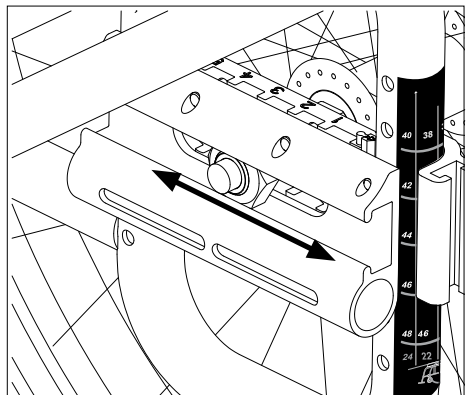

Bild 30
- Justera drivhjulets hylsa framåt eller bakåt (Bild 30).